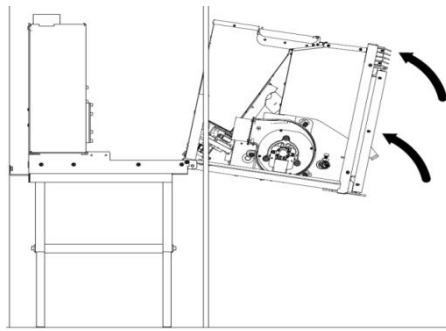

Figure 8 – Installation
- Ensuite, faire un mouvement de basculement pour mettre l'appareil à l'horizontale (figure 8).